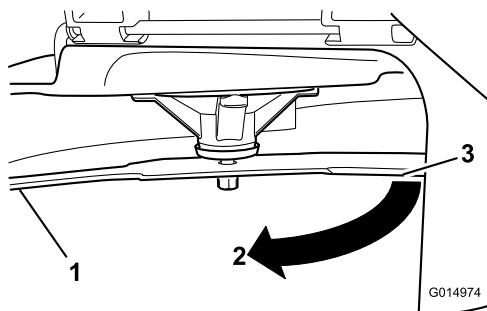

図 68
4. 同じブレードを180度回転させる。すなわち、ブレードのもう一方の刃先が、先ほど測定した場所と同じ位置にくるようにする 図 68。